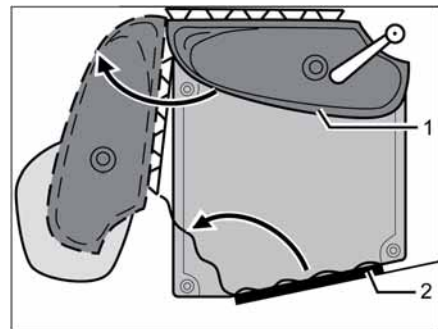

Fig. 294 Inodoro Vario
- Girar el lavabo con la pared dorsal (Fig. 294,1) en dirección de la flecha.
- Entrar en el cuarto de aseo, cerrar la puerta de entrada (Fig. 294,2) desde dentro y bloquearla.